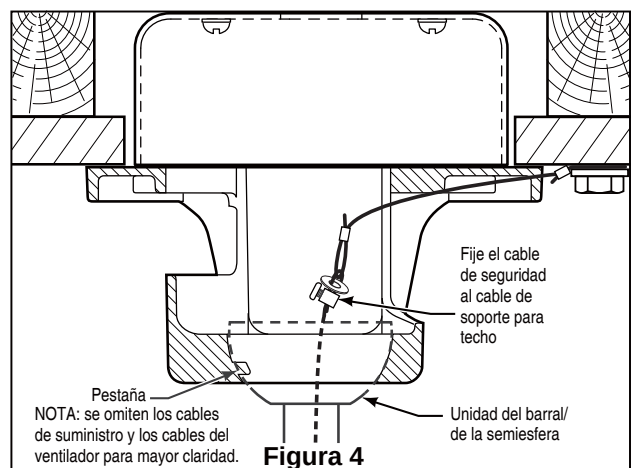

Figura 4
4. Coloque el soporte de la varilla y alinee los orificios de la clavija de horquilla en ambas piezas. Instale la clavija de horquilla y asegúrela con la pinza de horquilla. Fije los dos tornillos de presión y las tuercas de seguridad en el soporte de la varilla interior. (Figura 4)
4. Levante cuidadosamente el ventilador y coloque el ensamble de la bola para colgar/varilla en la abrazadera y arandelas para colgar que acaba de fijar a la caja de salida. Asegúrese de que la ranura de la bola esté alineada con la lengüeta de la abrazadera para colgar. (Figura 4)
- ☐ 5. Fije el cable de seguridad al cable de soporte para techo. Deslice la abrazadera de cables por el cable de seguridad (del ventilador). Pase el extremo del cable a través del aro que forma el cable de soporte para techo. Tire lo más posible del cable a través del aro. Inserte el extremo del cable en el orificio de la abrazadera y ajuste firmemente el tornillo. (Figura 4)